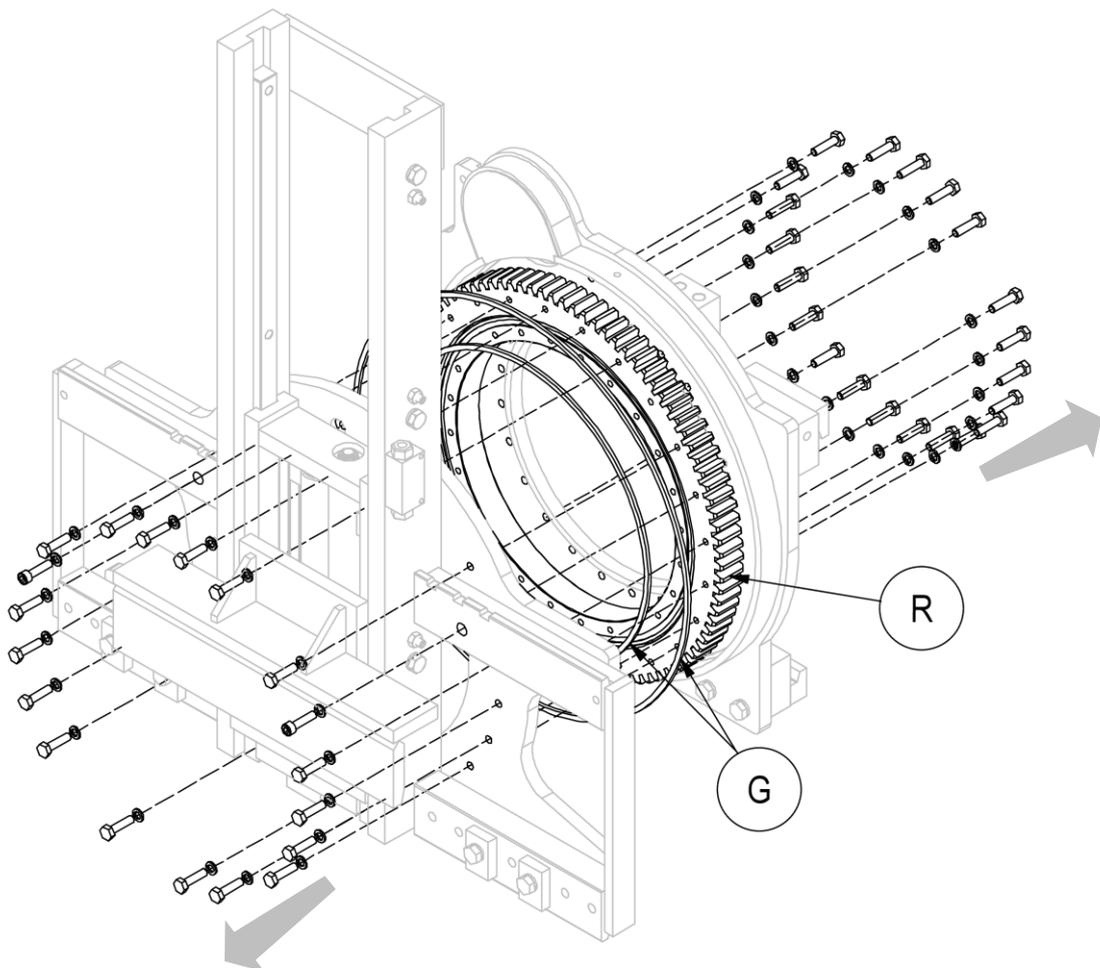

Abbildung 41
4. Entfernen Sie den vorderen Teil des Drehkörpers, vergewissern Sie sich vorher, dass alle Teile abgestützt werden, um Unfällen vorzubeugen (siehe *Abbildung 41*).
5. Um die Anlaufscheibe **R** auszubauen, müssen auch die Schrauben hinten am Gerät entfernt werden (siehe *Abbildung 41*).